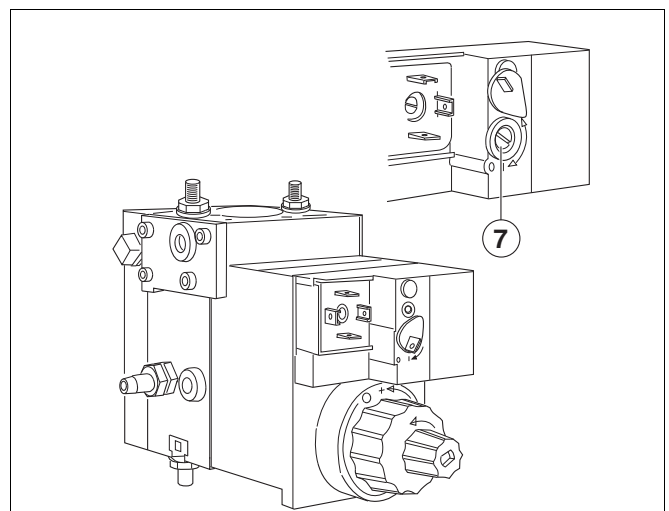

Fig. 8 Apparecchiatura del gas DUNGS MBDLE
- rimuovere la cappuccio di protezione risp. la vite, posta sopra la vite di regolazione per la pressione agli ugelli (fig. da 6 a 7); con Dungs-MBDLE ruotare il tappo di chiusura (fig. 8).